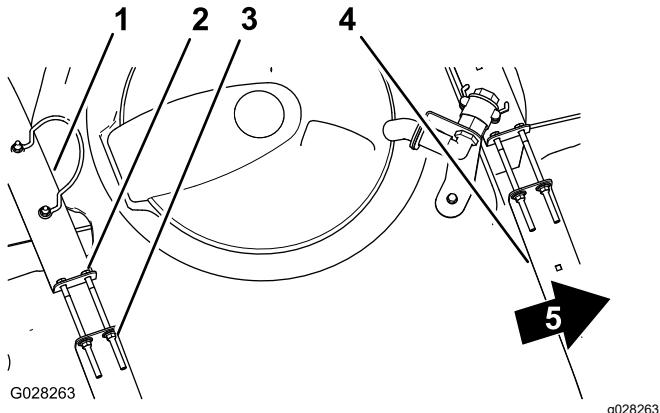

Bild 25
2. Prüfen Sie, ob Sie zwischen den Behälterriemen und dem Behälter eine Bewegung feststellen können (**Bild 25**).
3. Wenn die Behälterriemen lose am Behälter angebracht sind, ziehen Sie die Sicherungsbundmutter und Schrauben oben an den Riemen an, bis sie mit der Behälterfläche bündig sind (**Bild 25**).